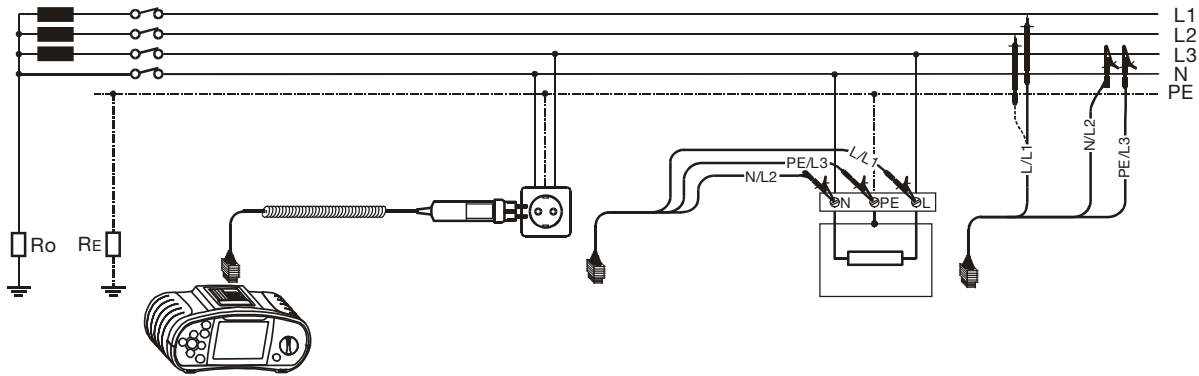

Abb. 5.34: Messung des Phasen-Neutral- bzw. Phasen-Phasen-Leitungswiderstands
Schritt 3 Befolgen Sie zur Durchführung der Messung der Phasen-Neutral- bzw. Phasen-Phasen-Leitungsimpedanz den Anschlussplan in Abb. 5.34. Benutzen Sie bei Bedarf die **Hilfe**-Funktion.